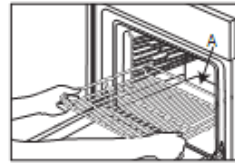

Fig. 1a
1. Insérez la grille horizontalement, avec la partie rehaussée « A » orientée vers le haut (Fig. 1A, Fig. 1B)